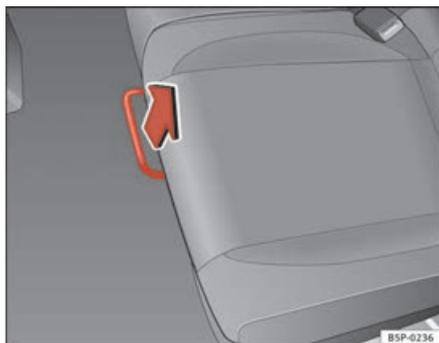

Fig. 97 Barre de déverrouillage de la banquette arrière
- Sur la position assis, déverrouiller le levier dans le sens de la flèche ⇒ page 140, fig. 97.